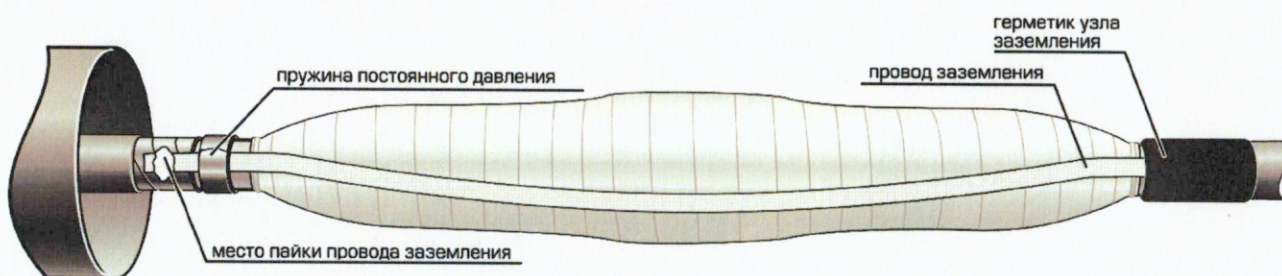

Рис. 1. Комбинированная система заземления
- 12.2 Закрепить провод заземления на металлических оболочках обоих концов кабеля с помощью пружин ППД (для муфт ЗСТп-10 рис. 1) или произвести пайку провода заземления к оболочке (для муфт ЗСТп-10 (пайка) рис. 2);